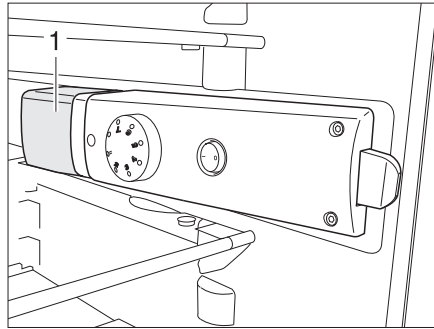

Fig. 301 Lámpara de frigorífico
- Agarrar atrás abajo la tapa de la lámpara (Fig. 301,1) y levantarla aprox. 3 mm.